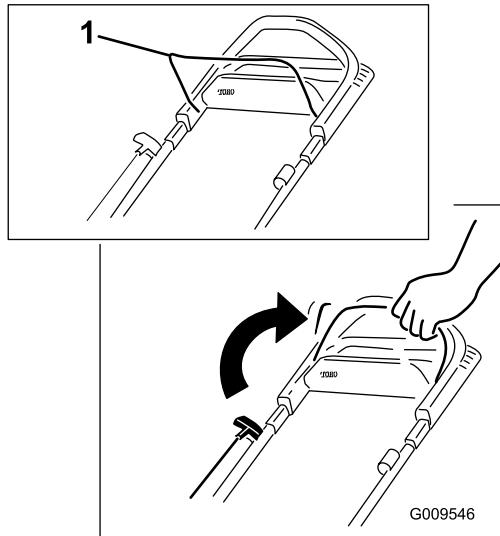

Figura 17
1. Mantenha barra de controlo da lâmina encostada ao manípulo (Figura 17).